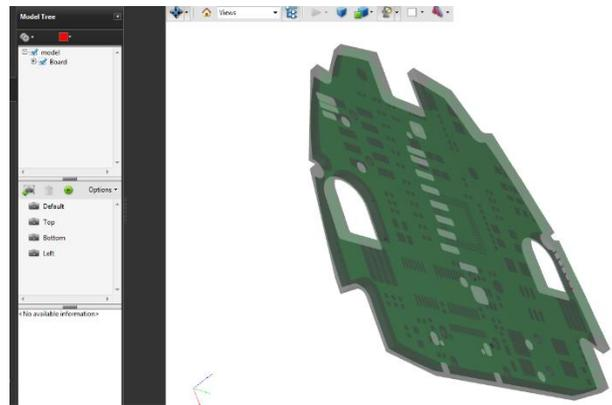

图5-15 输出的3D PDF文件视图
13) 用与步骤9) 类似的操作使能“PDF3D”栏目条，然后执行与10)、11) 相同的操作，输出PDF 3D视图，如图5-15所示。